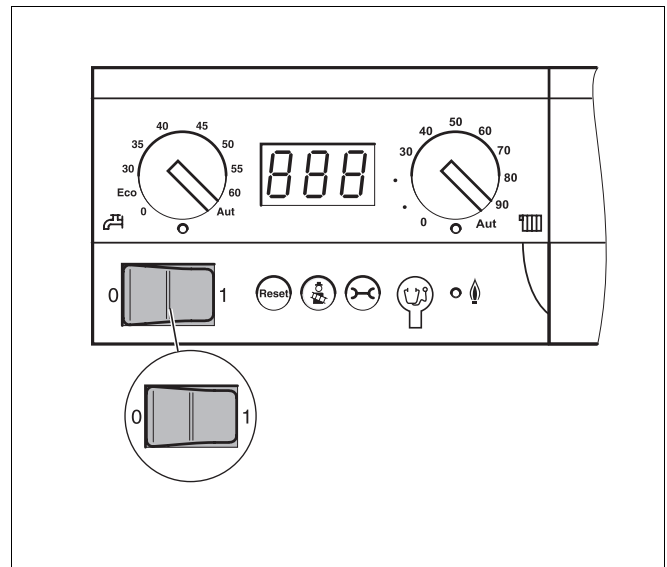

Abb. 7 Basiscontroller Logamatic BC10
- Schalten Sie den Betriebsschalter (Abb. 7) am Basiscontroller auf Position „0“ (Aus).